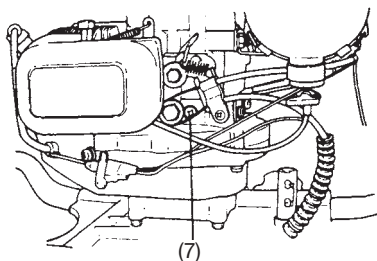

Fig. 12
- 2) O regulador da velocidade do motor é lubrificado com óleo de viscosidade #30 (EP lithum). A capacidade é de 16 ml (0.5 fl .oz.) e deve ser controlada após cada 50 horas de uso no parafuso de controlo de nível. (Fig. 12) Quando desapertar o parafuso de controlo de nível, mantenha o lado do parafuso levantado.